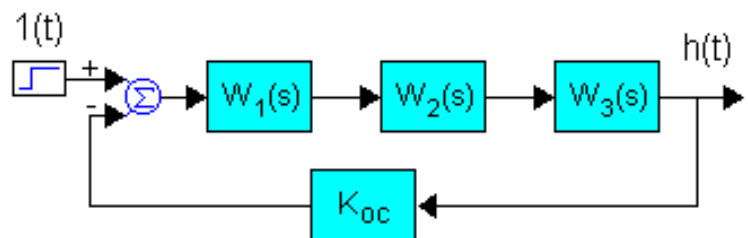

Рис. 1. Модель САР в виде замкнутого контура, содержащего три апериодических звена и пропорциональное звено в обратной связи
2.1. Оценить устойчивость и качество системы автоматического регулирования (САР), модель которой содержит контур, состоящий из трех апериодических звеньев рис.1:
3.1. Составить схему рис. 1 в среде VisSim.
3.1.2. Соединить все блоки в соответствии с рис.1. Установить значения параметров блоков.
3.3. Построить области устойчивости системы рис. 1. по коэффициенту усиления контура $k = k_1 k_2 k_3$.